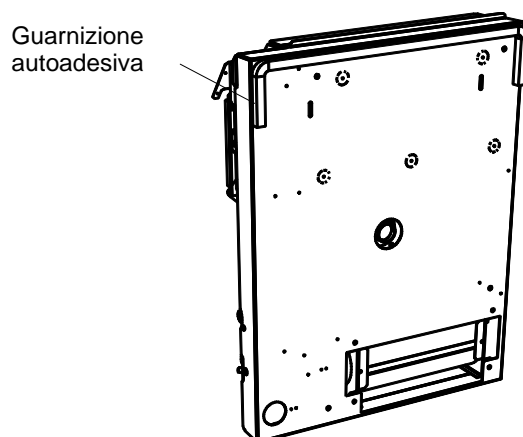

Figura 7 – Posizionamento guarnizione
9. Posizionare la guarnizione autoadesiva in materiale spugnoso sul telaio di supporto (posto nella parte posteriore del radiatore) come indicato in Figura 7. Cercare di evitare riposizionamenti che potrebbero risultare difficoltosi.